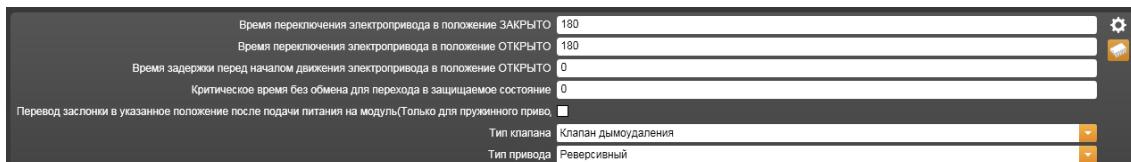

Рисунок 14.14.30 – Свойства Модуля дымоудаления-1
16) Модуль дымоудаления МДУ-1 (Рисунок 14.14.30).